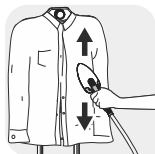

图14
- 将蒸汽喷头贴合衣物按压至熨烫板上，然后顺着衣物向下熨烫。(图14)